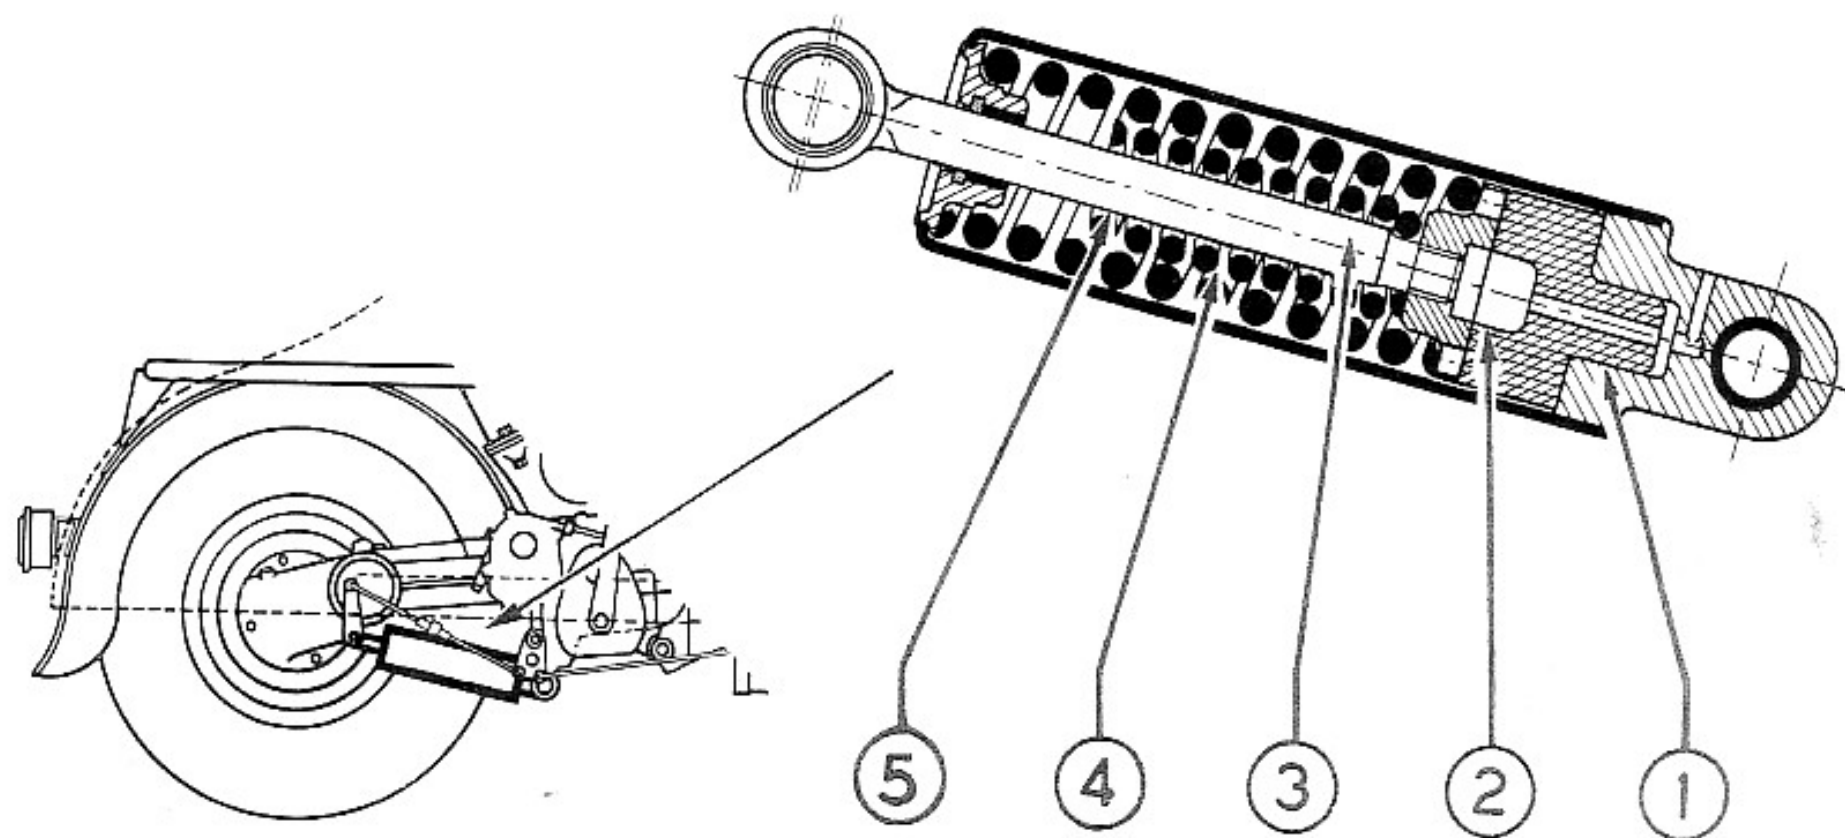

Fig. 8.
Il molleggio della **sospensione posteriore** (vedi fig. 8), come si è detto prima, è racchiuso in un astuccio impernato da un lato a due bracci posti sotto il carter trasmissione e dall'altro lato alla forcella snodo ruota posteriore. Il sistema ammortizzante comprende un corpo esterno (1), impernato al carter trasmissione, un tirante (3) che agisce sulle molle, un tampone di gomma (2) con funzione di ammortizzatore del ritorno ed una coppia di molle (4 e 5). Di queste molle l'esterna (4) è sempre impegnata essendo montata pre-caricata, mentre quella di diametro minore (5) posta all'interno della prima entra in funzione solo nella seconda fase della corsa del tirante quando cioè il carico impresso a quest'ultima viene ad essere aumentato sotto l'effetto di una brusca variazione del piano di rotolamento della ruota.